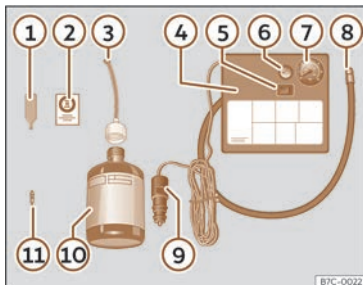

Abb. 219 Prinzipdarstellung: Bestandteile des Pannensets.
Das Pannenset befindet sich im Gepäckraum unter dem Bodenbelag. Es besteht aus folgenden Bestandteilen >>> (**Abb. 219**):
- Ventilkappe und Ventileinsatz vom Reifenventil abschrauben. Verwenden Sie den Ventileinsatzdreher >>> (**Abb. 219**) ① zum Heraus-schrauben des Ventileinsatzes. Legen Sie den Ventileinsatz auf einem sauberen Untergrund ab.
- Reifenfüllflasche kräftig schütteln >>> (**Abb. 219**) ⑩.
- Einfüllschlauch >>> (**Abb. 219**) ③ auf die Reifenfüllflasche schrauben. Die Folie am Verschluss wird automatisch durchstoßen.
- Verschlussstopfen vom Einfüllschlauch >>> (**Abb. 219**) ③ entfernen und das offene Schlauchende auf das Reifenventil schrauben.
- Ventileinsatz mit dem Ventileinsatzdreher >>> (**Abb. 219**) ① wieder in das Reifenventil schrauben.
- Reifenfüllschlauch >>> (**Abb. 219**) ⑧ des Luftkompressors fest auf das Reifenventil schrauben.
- Prüfen, ob die Luftablassschraube >>> (**Abb. 219**) ⑥ zuge dreht ist.
- Kabelstecker >>> (**Abb. 219**) ⑨ in eine 12-Volt-Steckdose des Fahrzeugs stecken >>> S. 223.
- Luftkompressor mit dem EIN-/AUS-Schalter >>> (**Abb. 219**) ⑤ einschalten.
- Kleben Sie den Aufkleber >>> (Abb. 219) ② im Sichtfeld des Fahrers auf das Kombi-Instrument.
Schließen Sie den Reifenfüllschlauch >>> (Abb. 219) ⑧ wieder an und lesen Sie den Reifenfülldruck an der Reifenfülldruckanzeige ⑦ ab.